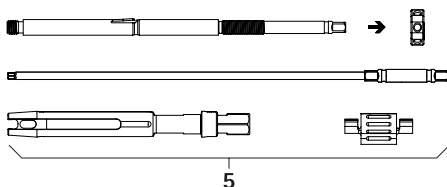

Abb. 3
- Repositionshebel perkutan 5 demontieren, siehe Abb. 3. Kompletz zerlegen und Spannmutter abschrauben.